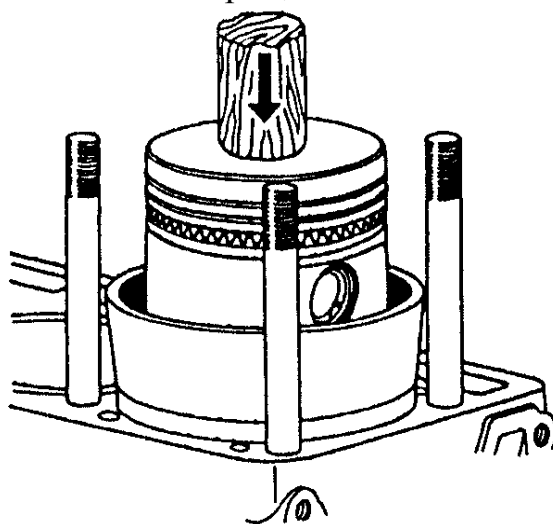

Рис.59. Установка поршня с кольцами в цилиндр
- надеть на шатунные болты предохранительные латунные колпачки, смазать чистым маслом вкладыши, поршень, шатунную шейку коленчатого вала и гильзу цилиндра и с помощью оправки установить поршень в цилиндр (рис.59). Перед установкой поршня необходимо убедиться в том, что номер, выбитый на шатуне, соответствует номеру цилиндра, а надпись на поршне "ПЕРЕД" направлена к переднему торцу блока цилиндров;